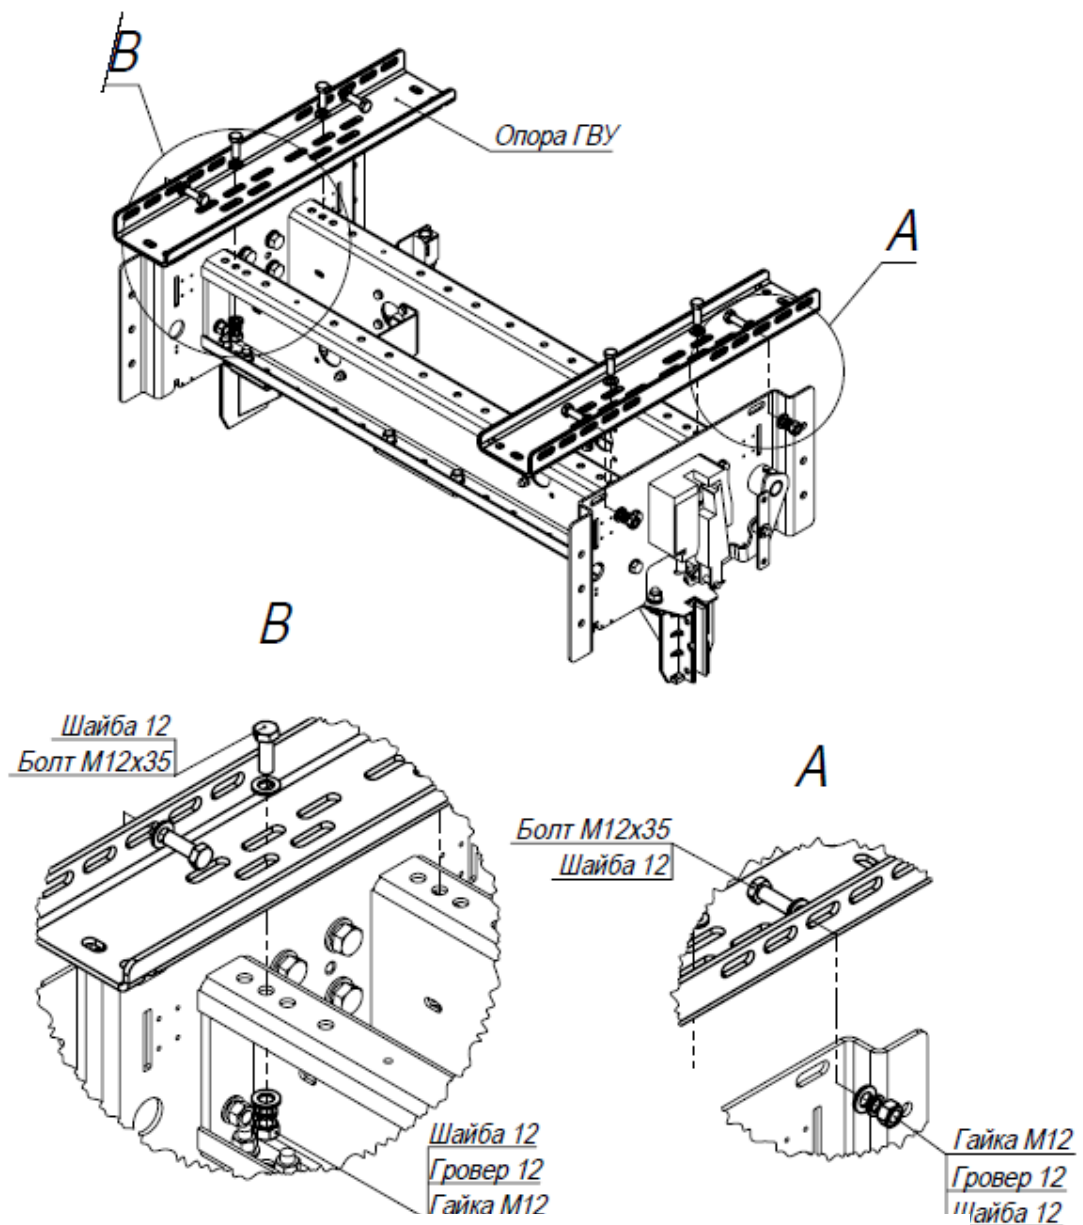

Рис.27 Опоры ГВУ
7.4.1. Закрепить опоры ГВУ на нижней балке каркаса (рис.27).